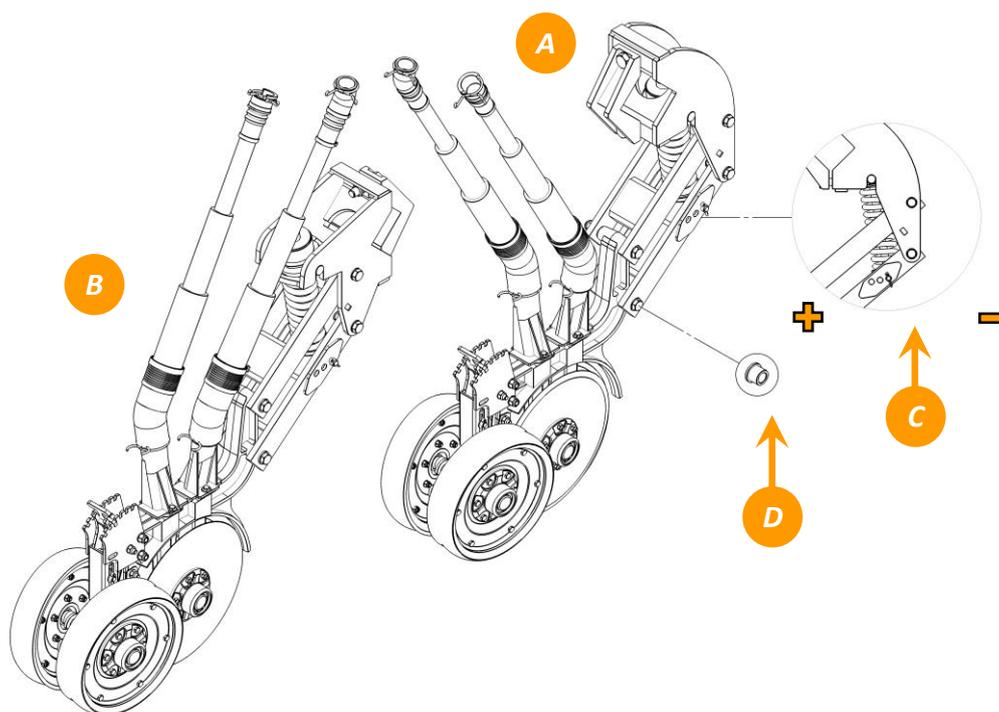

Figura 14 - Linha Pantográfica SAN Netz
O sistema pantográfico da linha de plantio das semeadoras modelo SAN é composto por linhas dianteiras (A) e traseiras (B) que permitem copiar de forma mais precisa o relevo do terreno, proporcionando uma emergência uniforme das sementes. A regulagem da pressão (C) da linha é realizada trocando a posição da haste guia das molas de tração, aumentando o diminuindo conforme ilustração da figura 14.